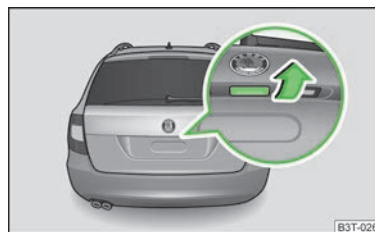

Fig. 19
- Presionar la empuñadura y levantar al mismo tiempo la tapa del maletero » fig. 19.